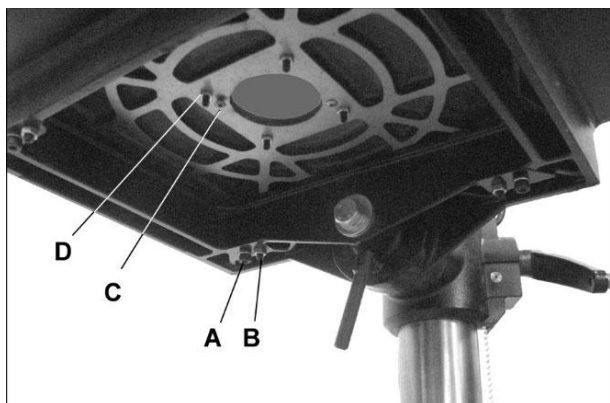

Рис. 6-14
2. В углу(ах), где стол не выровнен, слегка ослабьте винт (А, рис. 6-14). Затем ослабьте гайку (В) и вращайте установочный винт для подъема (или опускания) стола в этой точке.
5. Удалите два винта под вставкой стола (С, рис. 6-14).
6. Ослабьте гайки (D), затем вращайте установочные винты, пока вставка не выровняется с поверхностью стола. Затяните гайки (D).